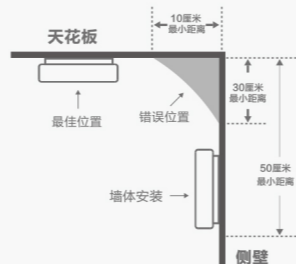
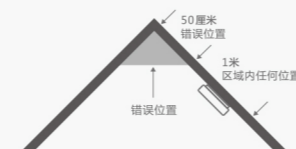

图2 安装位置
图3 安装位置
### 1 安装位置 (见图2、图3)
- ✓ | 水平天花板下:探测器应安装于中心位置且50厘米内不能有遮挡物。如果无法安装于中心位置,那么离墙壁、梁边的水平距离,不应小于10厘米(见图2)。
- 倾斜天花板下:探测器离最高点的距离不小于50厘米(见图3)。
当墙壁或天花板是倾斜的时候,安装点需在距离最高处50厘米以上(参见图3)